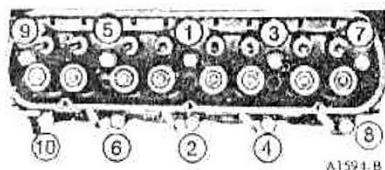

fig. 12 — sequência de aperto de parafusos do cabeçote
- Os parafusos do cabeçote são apertados ordenadamente, em três etapas: Apertar todos os parafusos seguindo a sequência mostrada na fig. 12; 50 lbs. pé, 60 lbs. pé e finalmente com o torque de 65-72 lbs. pé.